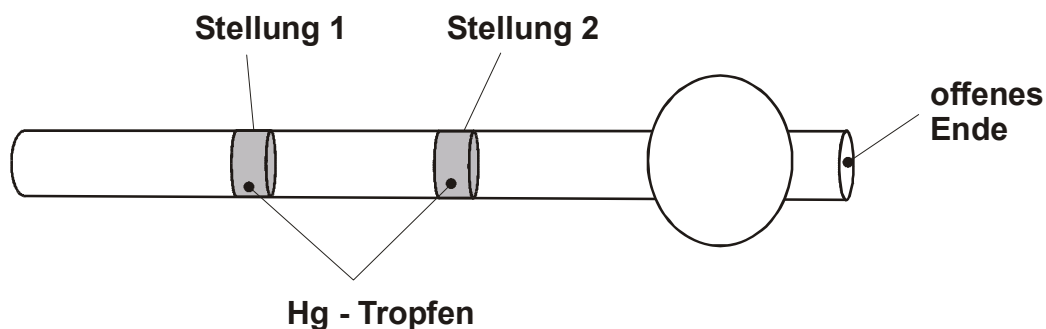

Abbildung 1
Das hier verwendete Gasthermometer besteht aus einer Glasröhre mit konstantem Querschnitt, in welcher eine Luftmenge durch einen Quecksilbertropfen abgeschlossen ist (Abb. 1).
- a) Der untere Teil des Gasthermometers wird in ein Eis-Wasser-Gemisch gebracht, bis eine Längenänderung der Luftsäule nicht mehr feststellbar ist. Zusätzlich wird die Temperatur des Bades mit einem Thermometer kontrolliert. (Es ist darauf zu achten, dass nicht nur einige Eisstücke auf dem Bad schwimmen, deshalb das Eis evtl. zerkleinern und durchrühren). Die Stellung des Quecksilbertropfens wird notiert (Stellung 1 in Abb. 1) und die Länge l_0 abgelesen. l_0 ist demnach die Länge der Luftsäule bei $\Delta T = 0 \text{ K}$ und dem äußeren Luftdruck $p_B = p_0$ (p_B am Barometer ablesen). Auf diesen Teil des Versuches ist besondere Sorgfalt zu verwenden.